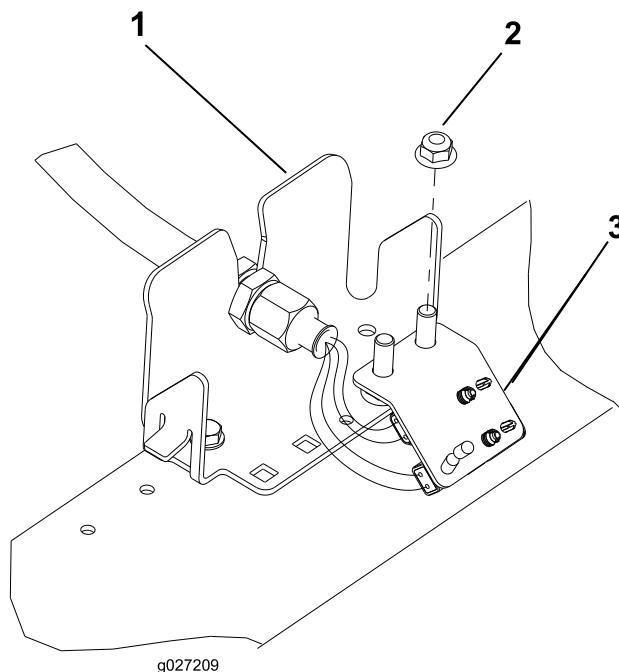

图15
6. 对剩余（4个）隔板位置重复相关步骤，如图12至图15所示。